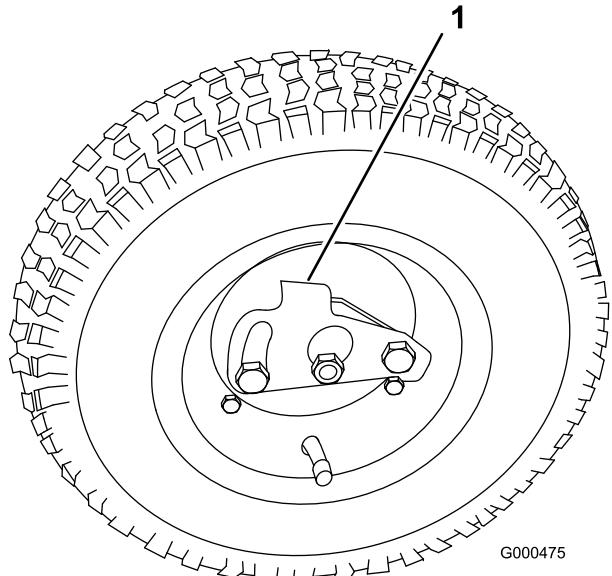

Bild 8
2. Drücken Sie den Radarretterclip zur Mitte des Rads und schieben Sie das Rad auf die Sechskantwelle (Bild 8).